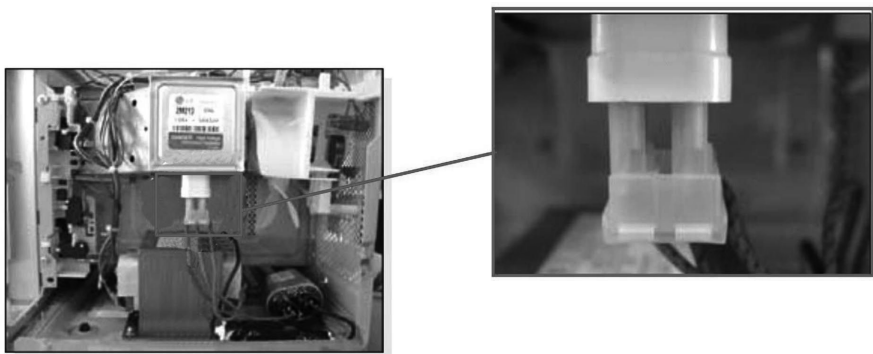

图 5-2 高压电容器与磁控管连接示意图
6) 若高压二极管的电阻值正常, 则检查高压电容器与磁控管是否连接良好 (见图 5-2)。